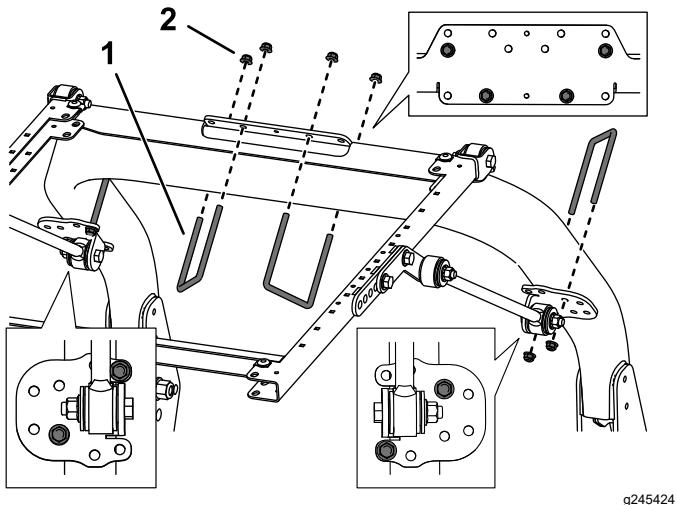

Рисунок 36
8. Используя монтажные отверстия, показанные на Рисунок 36, прикрепите, не затягивая, все кронштейны подпорок к стойкам защитной дуги с помощью U-образного болта (3½ x 5 дюймов) и 2 фланцевых гаек.